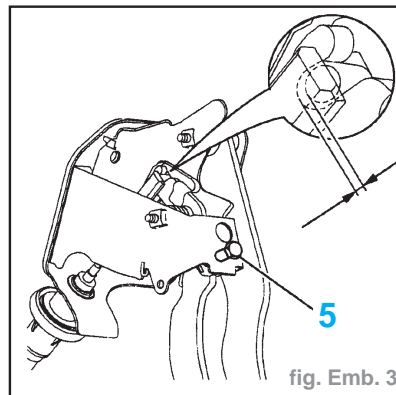
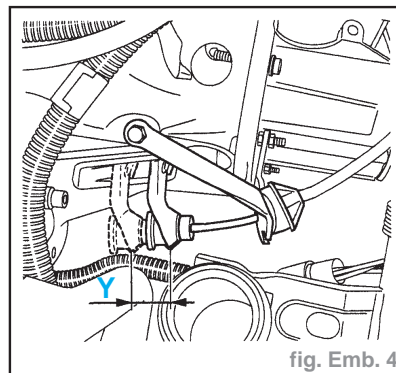

fig. Emb. 3
fig. Emb. 4
- Contrôler la présence d'un jeu (X) mini (fig. Emb. 3).
- Si ce n'est pas le cas : intervenir sur la vis (5).
- Tirer sur la fourchette en (A) (fig. Emb. 4) :